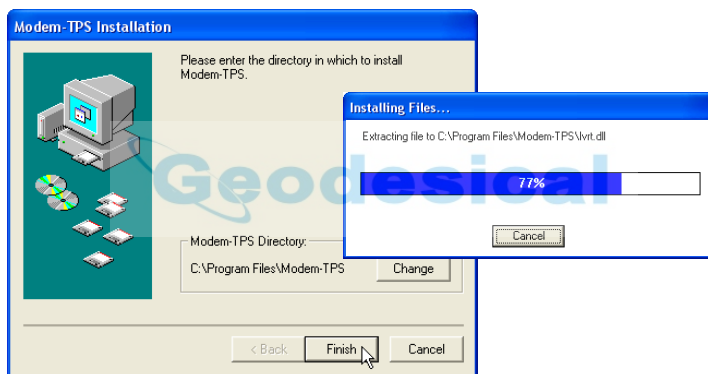

Figura 2-2. Seleccionar la Ubicación donde se instalará Modem-TPS e Instalar
2. Conserve la ubicación de instalación por defecto o seleccione una nueva ubicación. Haga clic en **Finish** (Figura 2-2).